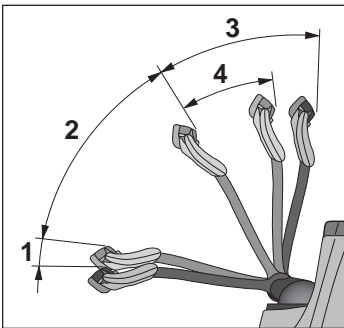

Abb. 20 Deichselstellungen
1. Deichsel nach oben in Bremsposition **3** (siehe Abb. 20) schwenken.
Der Sonderfahrbereich **4** (siehe Abb. 20) ist ein Betriebsmodus mit stark reduzierter Fahrgeschwindigkeit. Damit können Sie auch bei beengten Verhältnissen sicher und präzise manövrieren.
1. Deichsel steil nach oben halten (Position 4 in Abb. 20).